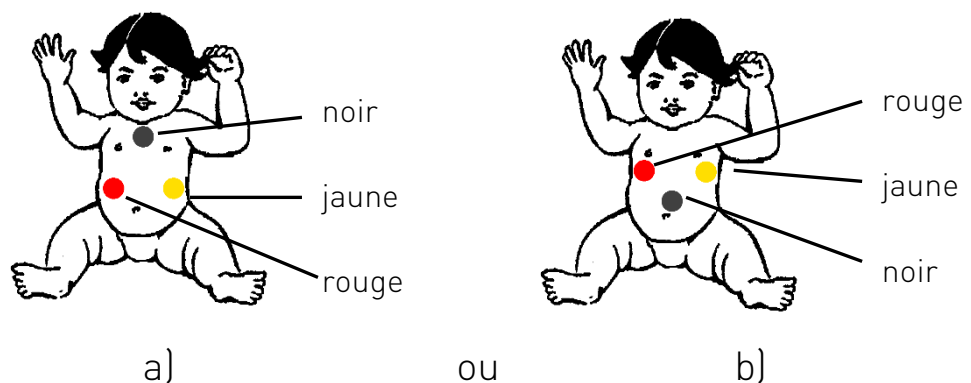
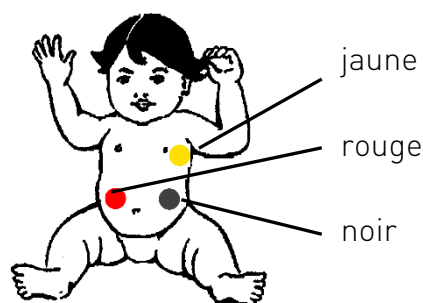

Fig. 21 Configurations d'électrode recommandées
Fig. 22 Configuration d'électrode alternative
Commencez par les configurations d'électrodes décrites dans Fig. 21. Placez la face de l'électrode recouverte de gel sur le site choisi et appuyez soigneusement plusieurs fois pour obtenir un bon contact. Premier placement :
- les électrodes sur les nourrissons, comme illustré dans Fig. 21 a)
- les électrodes sur tous les autres patients, comme illustré dans Fig. 21 b)
Si la configuration d'électrode présentée dans Fig. 21 ne donne pas un bon signal, essayez la configuration d'électrode alternative illustrée dans Fig. 22.